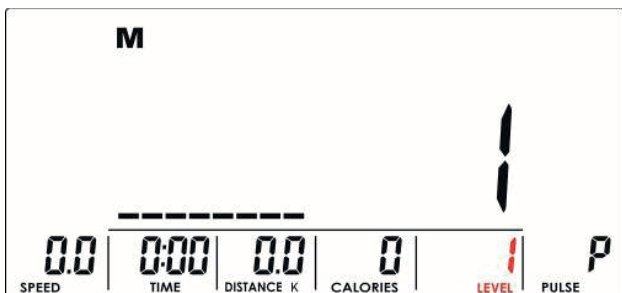

Figure 19
2. La console affiche UX (fig. 19) et démarre la mesure (fig. 20 à 21).